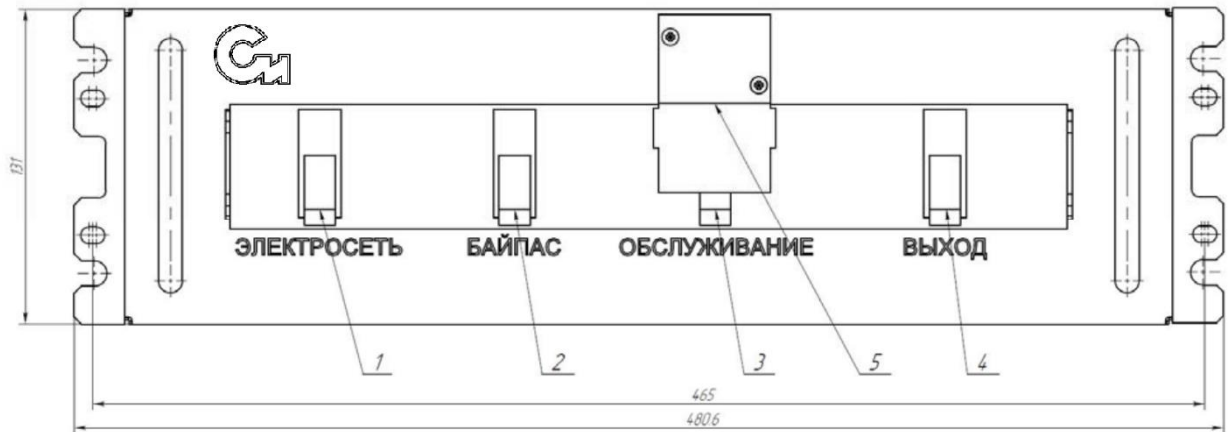

Рис. 1.
- 2.7 Общий вид и габаритные размеры ББ приведен на рис.1.
5.1 Конструктивно ББ выполнен в виде съемного блока (крейта) прямоугольной формы с присоединительными и установочными размерами, соответствующими ГОСТ 28601-90. Общий вид и габариты ББ приведены на рис.1.